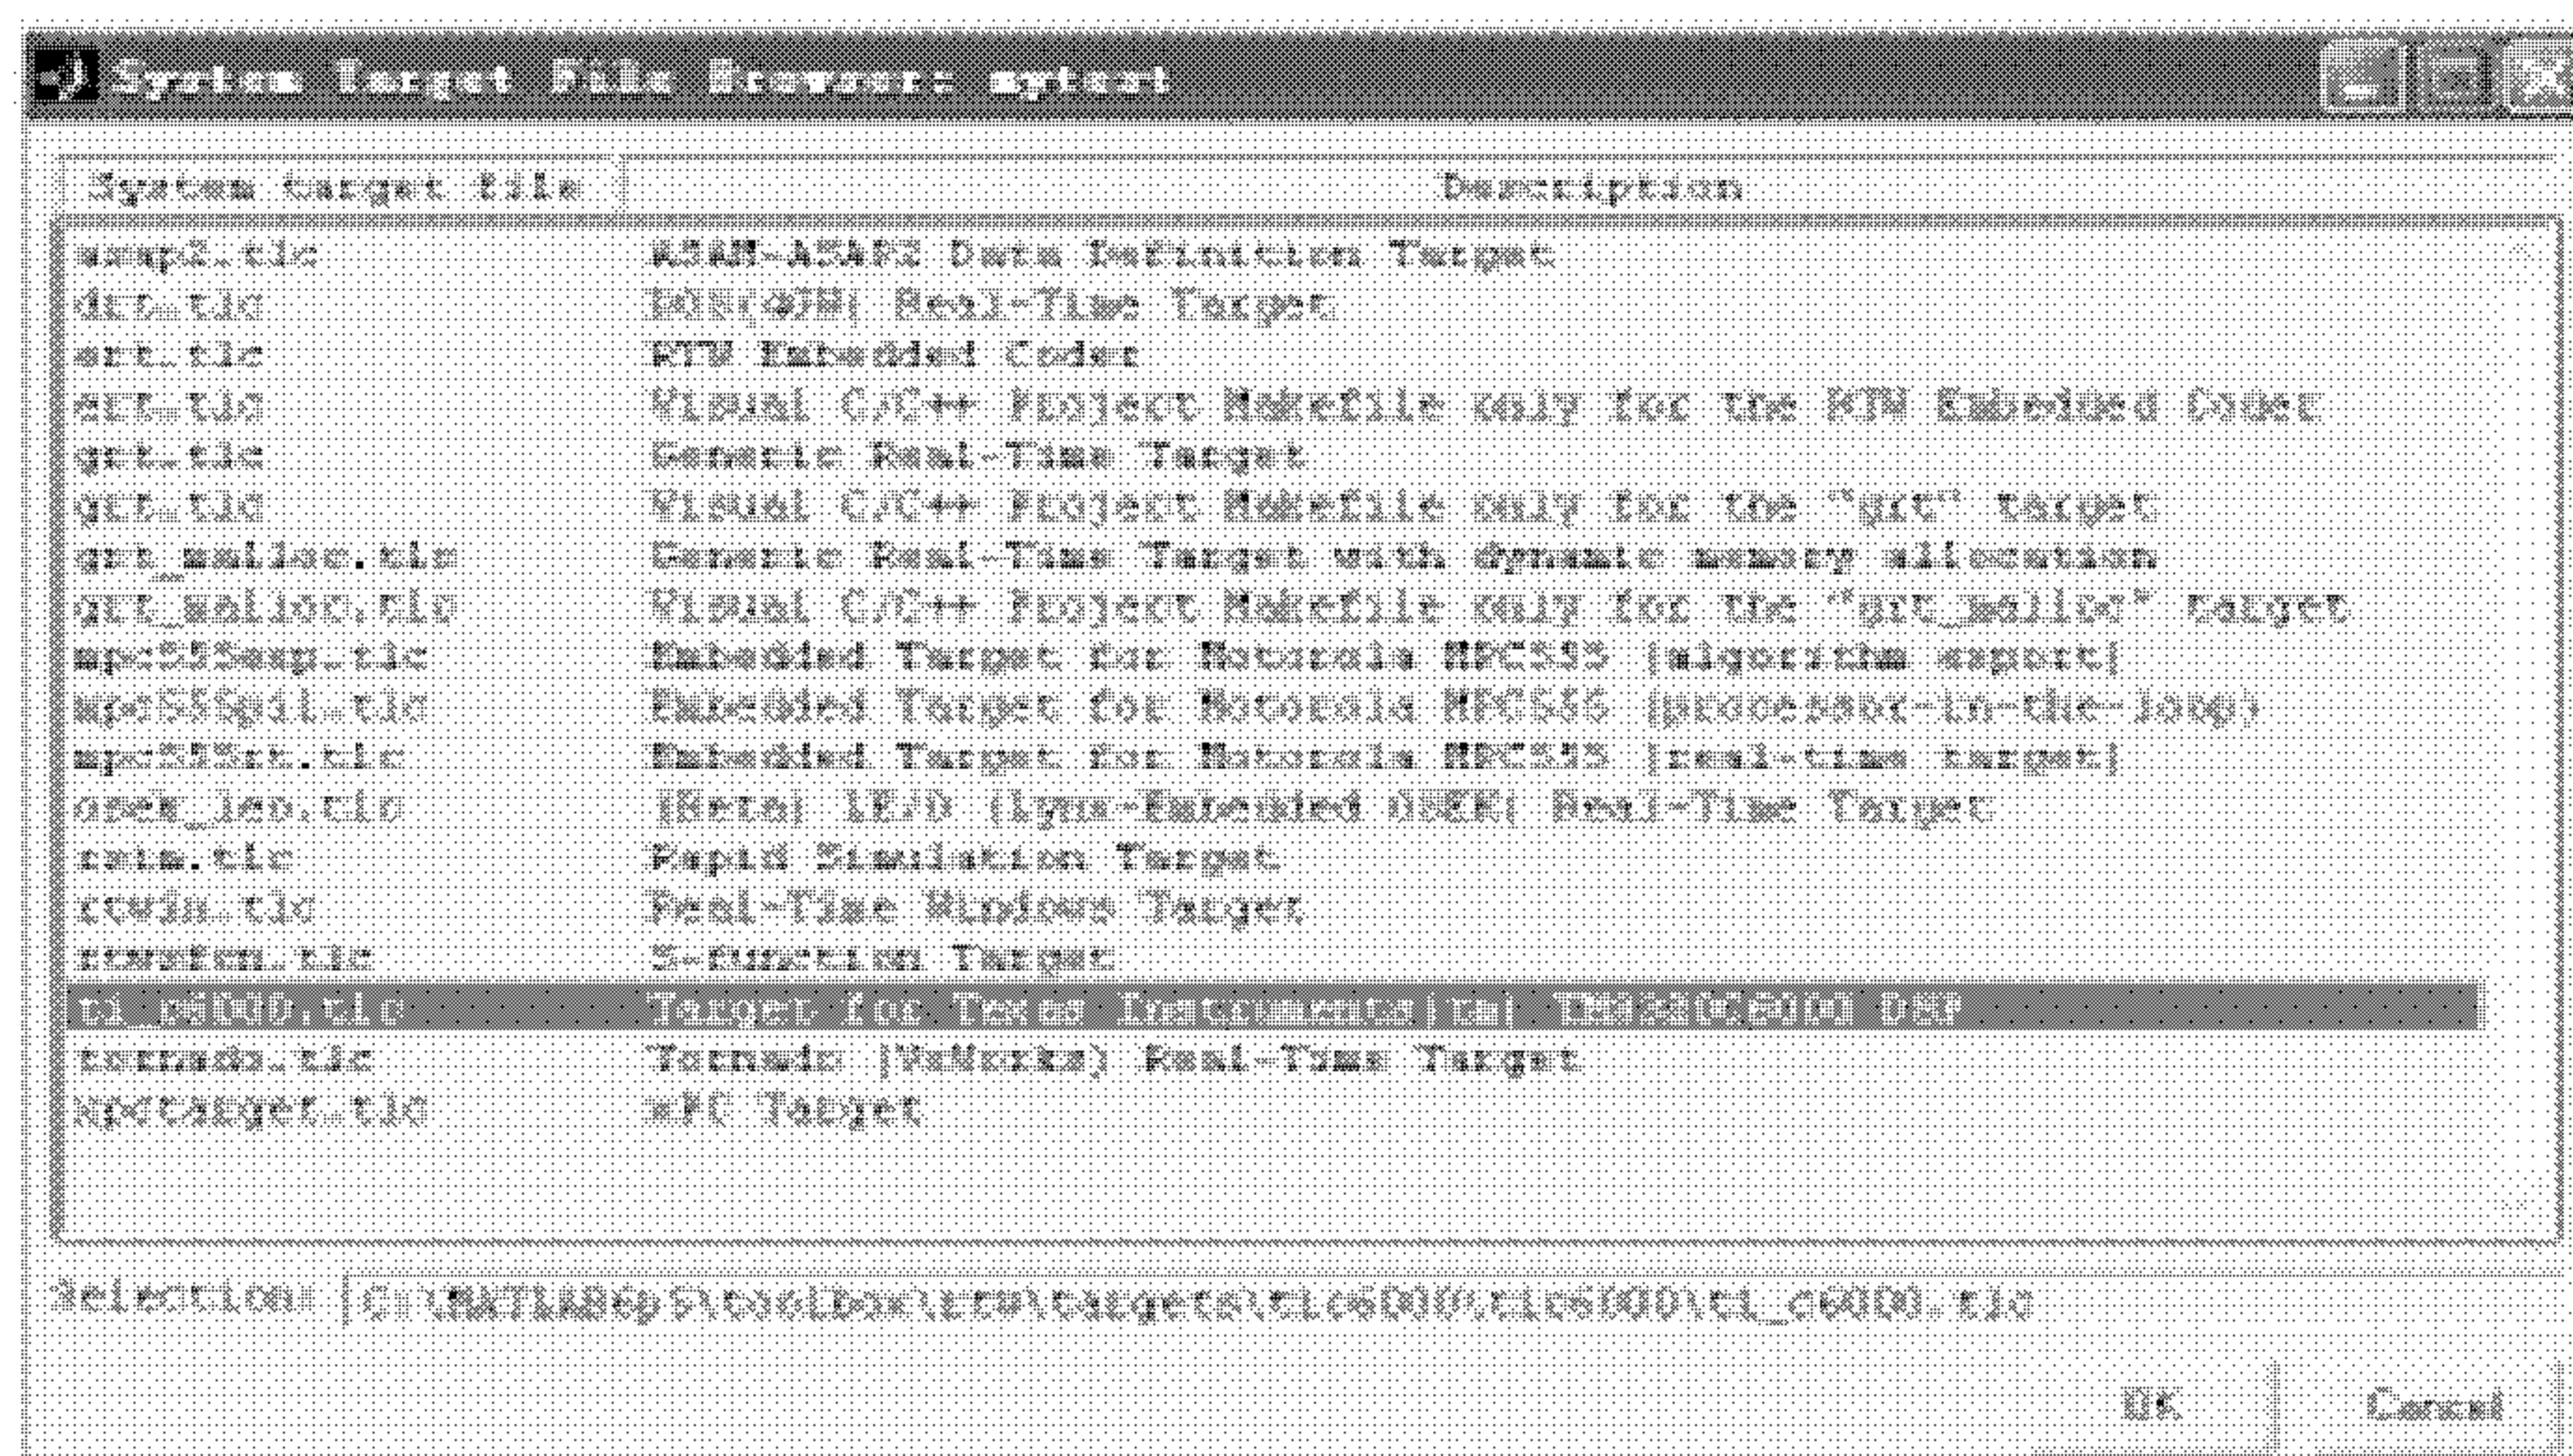

图 6.5 System Target File Browser 窗口
• System target file: 选择系统目标文件，单击 Browse 按钮会打开一个 System Target File Browser 窗口，如图 6.5 所示，此窗口中列出了多个系统目标文件，选择 ti_C6000.tlc 作为 ETTIC6000 应用的目标文件。当用户选择好 System Target file，Real - Time Workshop 会自动设置 Template makefile 和 Make command 选项。